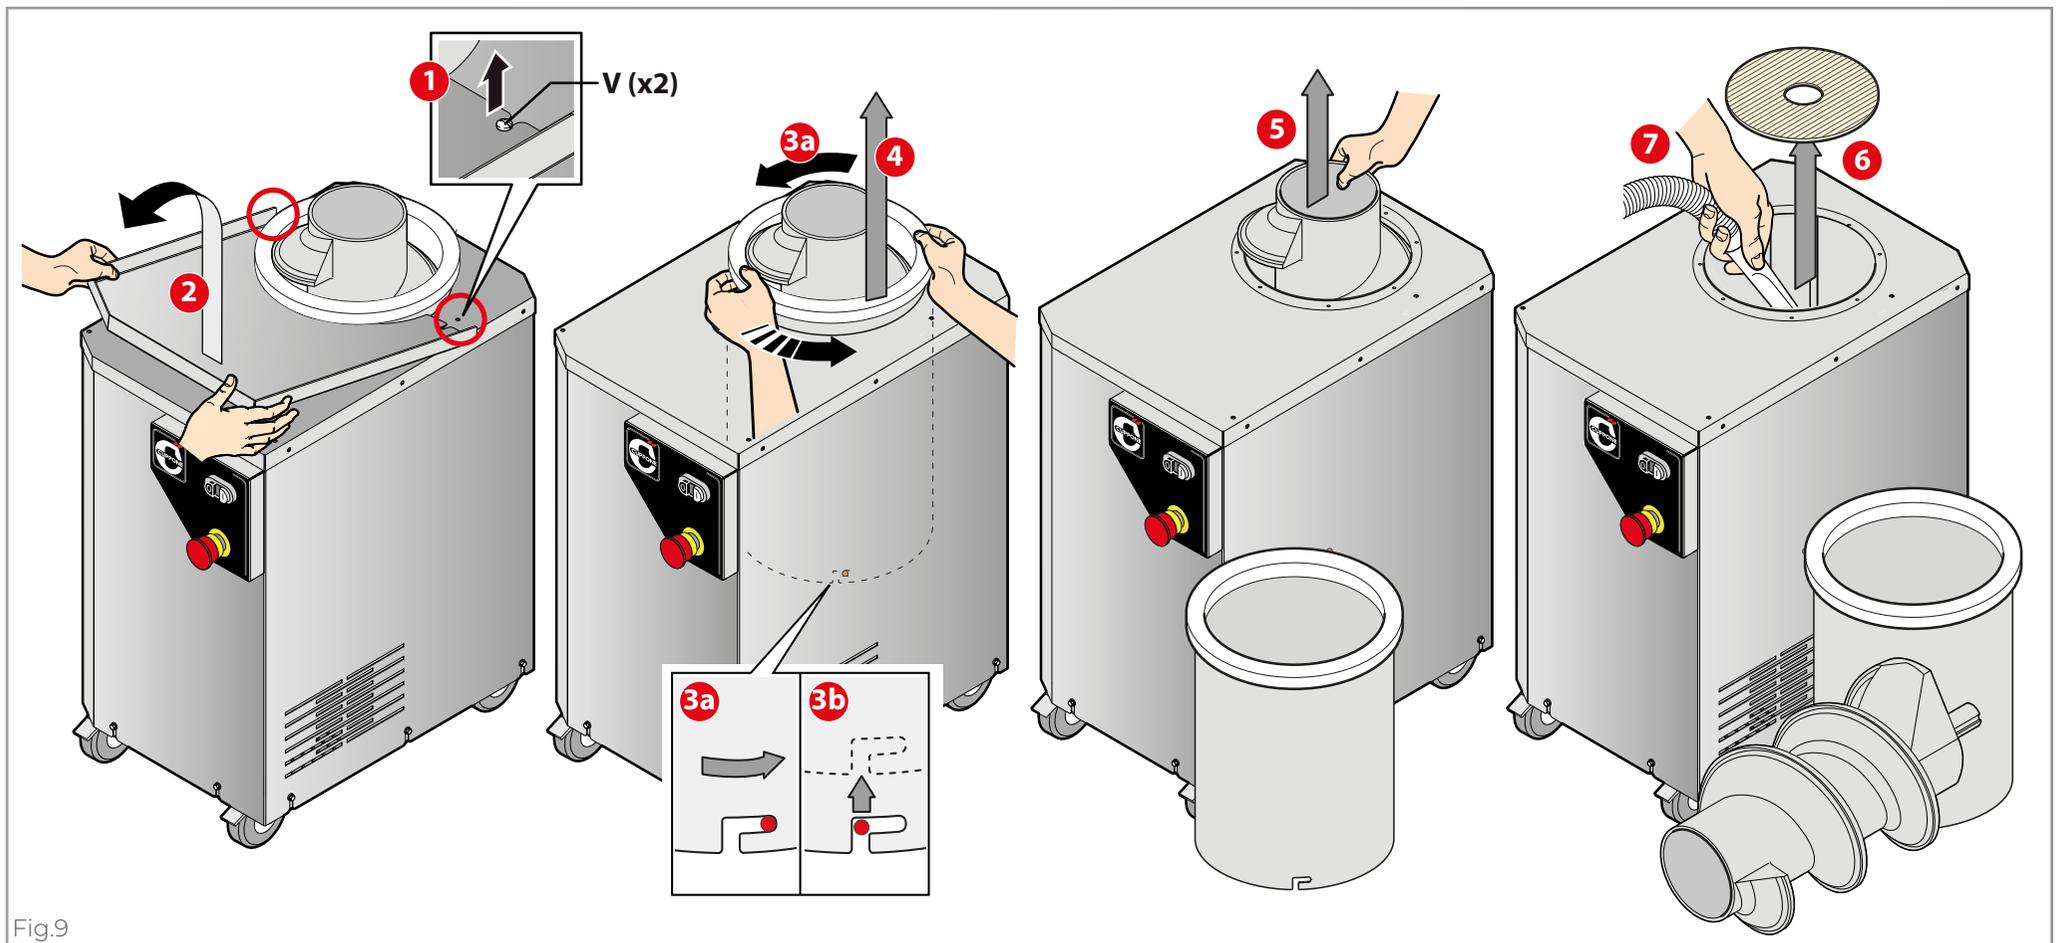

Fig.9
Il disco inferiore che si trova sotto alla coclea necessita di essere pulito	Rimuoverlo e pulirlo come indicato in ► Fig.9 a pag. 11
► Fig.9